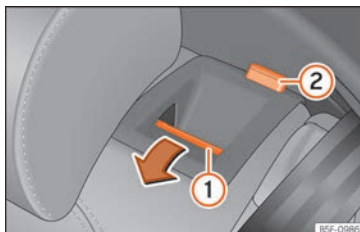

Abb. 152 In der Rückenlehne des Rücksitzes: Entriegelungstaste (1); rote Markierung (2)
- Entriegelungstaste »» **Abb. 152** (1) nach vorn ziehen und gleichzeitig die Rückenlehne umklappen. Die Rücksitzlehne ist entriegelt, wenn die rote Markierung des Tasters (2) sichtbar ist.